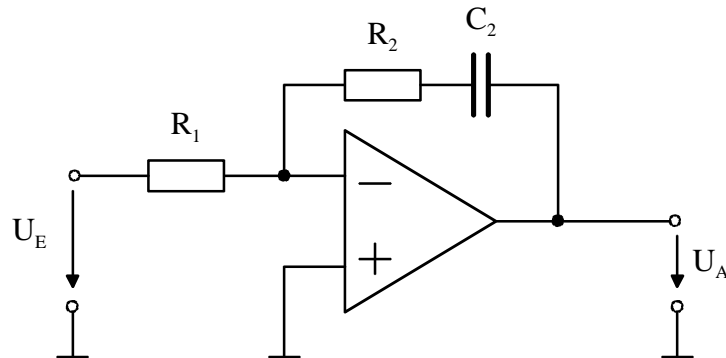

Bild 10-1
- Die Schaltung in Bild 10-1 wird mit einem Rechteckimpuls von 2 ms Länge und einer Amplitude von 5 V angesteuert. Vor dem Impuls waren Eingangs- und Ausgangsspannung auf 0 V. Skizzieren Sie maßstabsgerecht das Ausgangssignal.